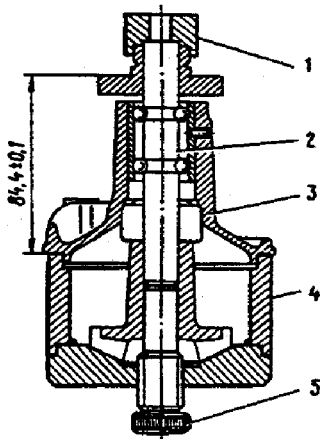

Fig. 2-65. Montagem do cubo da polia: 1 - apoio; 2 - eixo da bomba; 3 - tampa do corpo da bomba; 4 - suporte; 5 - parafuso posicionador.
4. Pressar o cubo da polia no eixo da bomba, com o auxílio do dispositivo A.60430 (fig. 2-65), de modo a que seja mantida a dimensão de  $84,4 \pm 0,1$  mm.